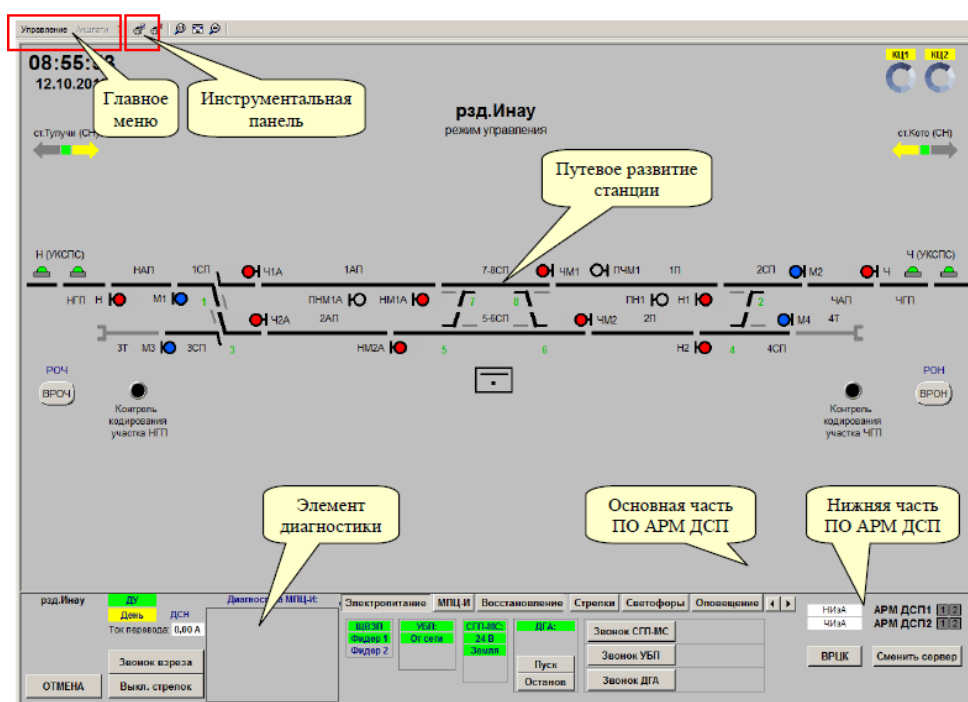

Рисунок 2. Мнемосхема АРМ ДСП.
7.1.5. Убедиться, что состояние мнемосхемы на резервном АРМ ДСП соответствует состоянию мнемосхемы на основном (Рисунок 2).